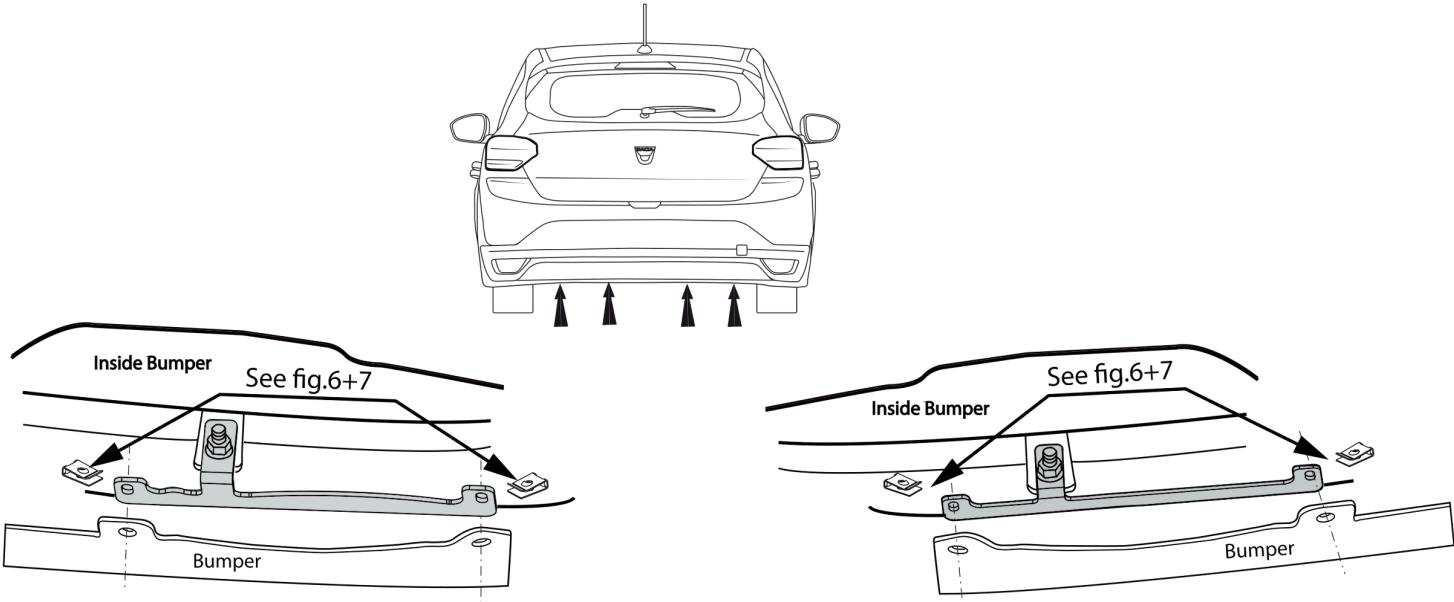

Fig. 3
8. Закрепить упорные элементы I & J в точках K & L. См. рисунок 3.